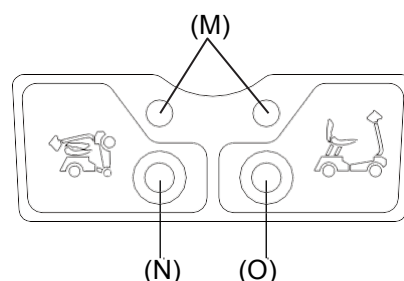
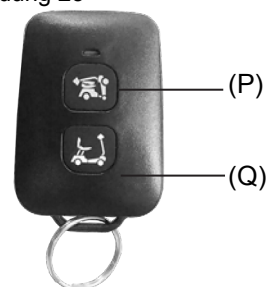

Abbildung 23
Abbildung 24
- Wenn der Scooter ausgeschaltet und im Bereitschaftsmodus für das Zusammen-/Auseinanderklappen ist, leuchtet die Kontrolllampe für das Zusammen-/Auseinanderklappen (M) am Scooter orangefarben (Abbildung 23).
- Tasten am Scooter (Abbildung 23)
- Durch einmaliges Drücken der Zusammenklapp-Taste (N) starten Sie das automatische Zusammenklappen. Stellen Sie sicher, dass der Scooter vollständig auseinandergeklappt ist, bevor Sie ihn zusammenklappen.
- Durch einmaliges Drücken der Auseinanderklapp-Taste (O) starten Sie das automatische Auseinanderklappen. Stellen Sie sicher, dass der Scooter vollständig zusammengeklappt ist, bevor Sie ihn auseinanderklappen.
- Durch erneutes Drücken der Taste (N) bzw. (O) wird das Zusammen- bzw. Auseinanderklappen unterbrochen.
- Tasten an der Fernbedienung (Abbildung 24)
- Durch einmaliges Drücken der Zusammenklapp-Taste (P) starten Sie das automatische Zusammenklappen. Stellen Sie sicher, dass der Scooter vollständig auseinandergeklappt ist, bevor Sie ihn zusammenklappen.
- Durch einmaliges Drücken der Auseinanderklapp-Taste (Q) starten Sie das automatische Auseinanderklappen. Stellen Sie sicher, dass der Scooter vollständig zusammengeklappt ist, bevor Sie ihn auseinanderklappen.
- Durch erneutes Drücken der Taste (P) bzw. (Q) wird das Zusammen- bzw. Auseinanderklappen unterbrochen.